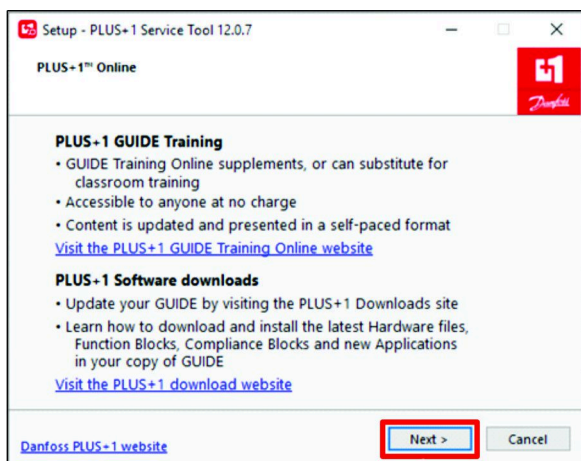

**Figura 23**
5. Na caixa de diálogo Select Destination Location (selecionar localização de destino, clique em NEXT (seguinte) (Figura 23).